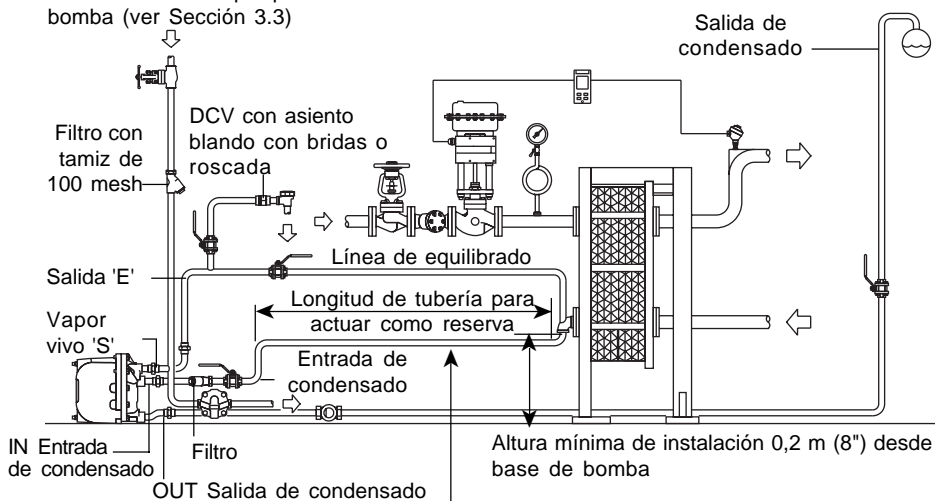

Fig. 5
Se recomienda que esta reserva de condensado se sitúe por lo menos un diámetro de tubería por debajo de la salida del proceso, pero tan alta como sea posible respecto a la entrada de la APT10-4.5. Es imprescindible instalar en la entrada de condensado de la APT10-4.5 un filtro Spirax Sarco tipo 'Y' con un tamiz de 0,8 mm máx. de perforación (ver Fig. 5).
La APT10-4.5 tiene cuatro vías de conexión. La de DN20 (¾") marcado IN debe conectarse a la salida del equipo que se debe purgar. La de DN20 (¾") marcado OUT debe conectarse al retorno de condensado. Una flecha indica la dirección del flujo. La de DN15 (½") señalada como (S), debe conectarse a una tubería de alimentación de vapor. **Es importante asegurar que esta línea de vapor está siempre libre de condensado utilizando un purgador Spirax Sarco y un filtro de 100 mesh (ver Fig. 5).** La conexión roscada DN15 (½") marcada como (E) debe conectarse tan cerca como sea posible de la salida de condensado del equipo. Esta tubería de descarga debe conectarse a la de condensado por la parte superior, como en la Fig. 5. **Nota:** La APT10 se puede fijar a una superficie estable usando los 2 taladros de Ø12 mm de la base de la tapa.